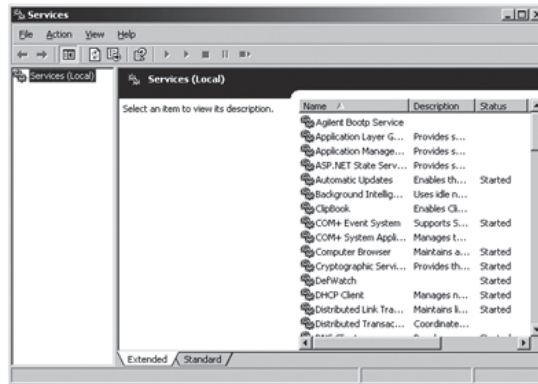

Abbildung 20 Windows Dienste-Dialogfeld
- 1 Gehen Sie in der Windows-Systemsteuerung auf **Verwaltung > Dienste**. Das Dialogfeld **Services** wird aufgerufen, siehe Abbildung 20 auf Seite 74.